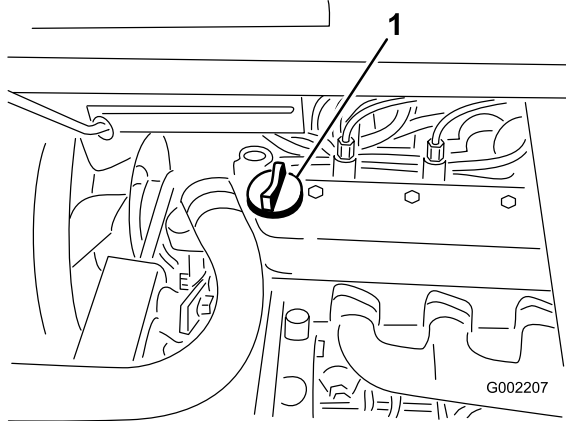

Figure 40
- Si le niveau d'huile est bas, enlevez le bouchon de remplissage du couvre-culasse (Figure 40) et ajoutez la quantité d'huile nécessaire pour amener le niveau au repère maximum sur la jauge. Reportez-vous à la section Vidange de l'huile moteur et remplacement du filtre à huile, pour connaître le type d'huile et la